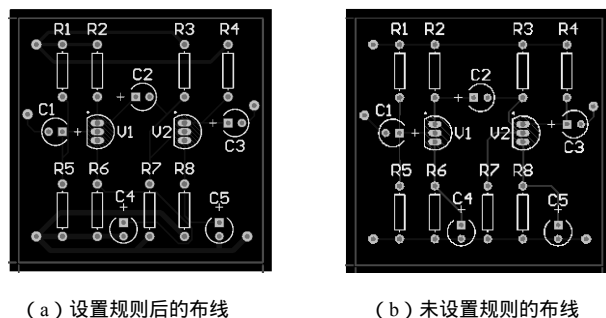

图 3.3.20 布好线的 PCB 图
(2) 软件开始布线。布好线的 PCB 板如图 3.3.20 (a) 所示。与如图 3.3.20 (b) 相比,设置规则后的布线情况更加规范。